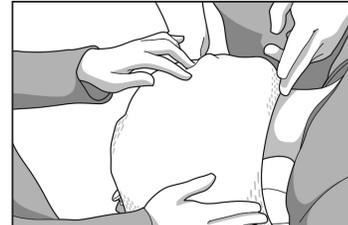

Fig. 4
7. Acabe de moldear la mascarilla con una ligera presión de los dedos para lograr el contorno deseado de la cabeza del paciente, así como un contorno alrededor del arco nasal (Fig. 4).